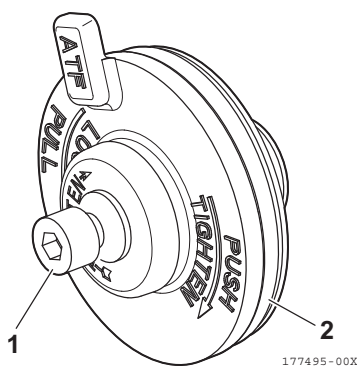

Figura 15
6. Se necessário, desaperte o parafuso de cabeça cilíndrica (1, **Figura 15**) algumas voltas para facilitar a remoção do O-ring (2, **Figura 15**).